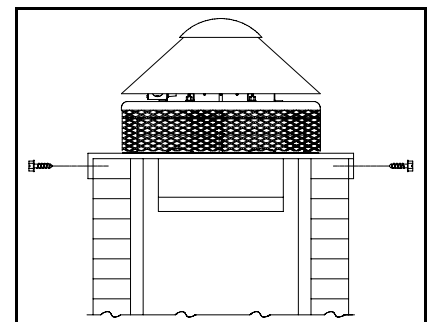

Figura 4
2. Aplique una gota de compuesto sellador de silicona para altas temperaturas alrededor del orificio cortado en el centro del casquete de la chimenea. Afiance el casquete de la chimenea a la plancha de base del inductor de circulación con tres (3) tornillos para hoja metálica.
3. Aplique una gota de compuesto sellador de silicona para altas temperaturas alrededor del borde de la parte superior de la mampostería y afiance el casquete de la chimenea a la chimenea. (Ver Figura 4)